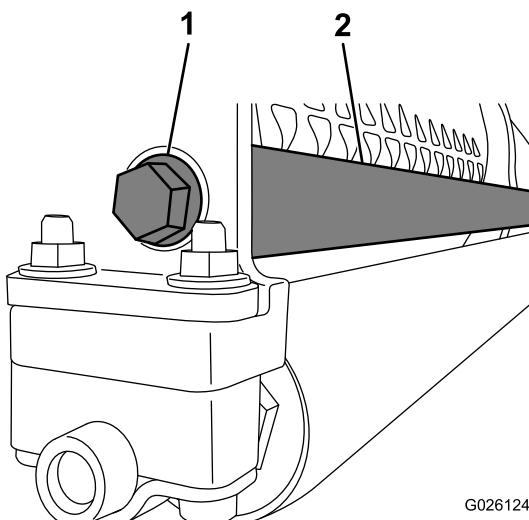

图5
4. 使用凸缘头螺栓将配重杆的螺纹端固定到机架上 (图5)。